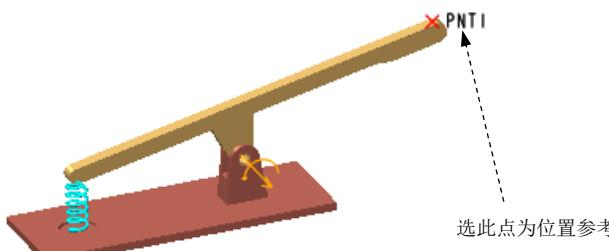

图 6.5.11 选取参考对象
- (1) 选择命令。在 **机构** 功能选项卡中单击 **插入** 区域中的“力/扭矩”按钮 ，系统弹出“力/扭矩定义”对话框。
- (2) 定义力的类型。在 **类型** 下拉列表中选择 **点力** 选项。
- (3) 定义力的位置参考。在机构中选择图 6.5.11 所示的基准点为力的位置参考。